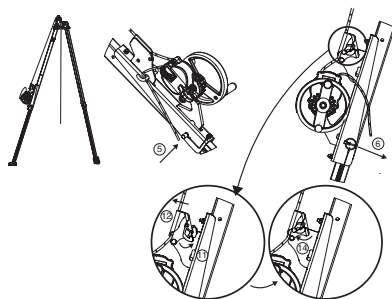

Fig. 9
**IMPORTANT:** Attention au sens de montage: le bloqueur de drisse doit être dirigé vers le haut du trépied trapode (Fig. 9).
- Mettre en place la broche d'amarrage de la console pour appareil Derope™ UP R. Cette broche d'amarrage remplit deux fonctions: verrouillage de la jambe du trépied trapode et amarrage de la console pour appareil Derope™ UP R sur cette jambe (Fig. 9, 5).
- Verrouiller la broche d'amarrage par la goupille clips (Fig. 9, 6).
- Ouvrir le coinqueur de drisse de la console (Fig. 9, 11).
- Introduire la drisse sortant de l'appareil Derope™ dans le coinqueur de drisse de la console (Fig. 9, 12).
- Fermer le coinqueur de drisse (Fig. 9, 14).